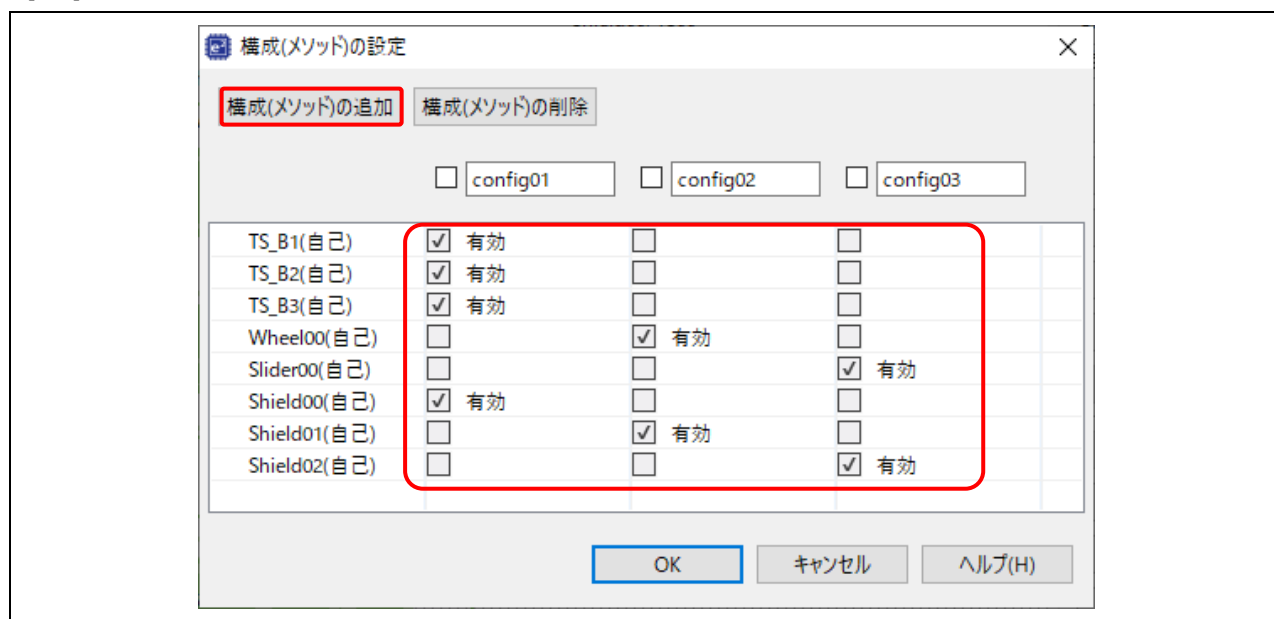

図 19 3 つの構成(メソッド) の設定
(18) 図 19 のようにアクティブシールドごとに 3 つの構成(メソッド) を設定します。